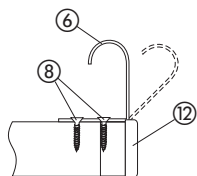

Рис. 2
2. Подготовка реек ③.
- a) В торец профиля рейки ③ вставить заглушку профиля ⑫ (Рис. 2).
- b) К рейке ③ необходимо прикрутить при помощи двух винтов ⑧ скобу ⑥. После этого скобу следует загнуть так, чтобы она представляла собой угол 90° (Рис. 2).
2. Przygotowanie łą ③:
- W zakończeniu profilu łą ③ wcisnąć zaślepkę montażową (Rys. 2)
- Do łą ③ należy dokręcić za pomocą dwóch wkrętów ⑧ kłamrę ⑥. Po dokręceniu wkrętów kłamrę należy dogiąć tak, aby zagięcie kłamry tworzyło kąt prosty 90° (Rys. 2).